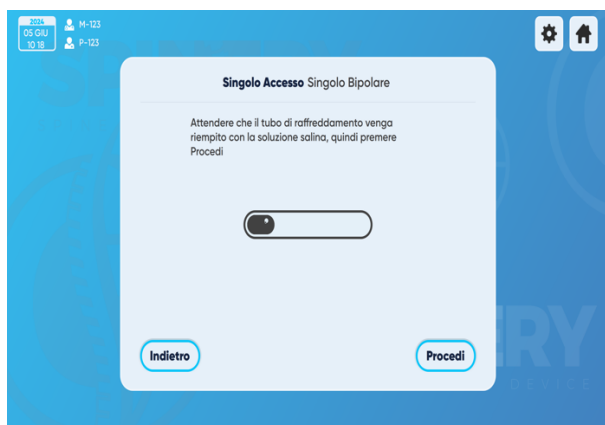

Figura 33 - Schermata di de-bubbling ad accesso singolo
7. Le istruzioni illustrate (Figura 33/34) vi informano che l'acqua salina viene ricircolata nel sistema chiuso di raffreddamento per garantire il totale de-bubbling dei tubi.